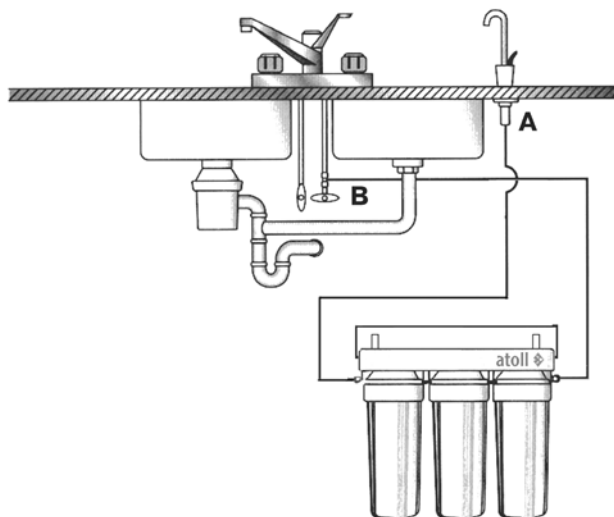

Рис. 1. Схема подключения фильтра
Монтаж крана чистой воды* производите согласно рис. 4. Мы рекомендуем не затягивать гайку крана до завершения монтажа и проверки работоспособности системы, чтобы была возможность убедиться в отсутствии подтекания воды в месте соединения корпуса крана и резьбовой трубки. В комплекте с краном чистой воды для герметизации соединения с трубкой может поставляться набор деталей для подключения, либо кран может иметь в своем составе быстроразъемный коннектор. На рис. 5а, б, в приведены способы подключения трубки к крану чистой воды (рис. 1).
2.5. Подсоедините трубку от порта IN фильтра к шаровому крану подачи воды (рис. 1).